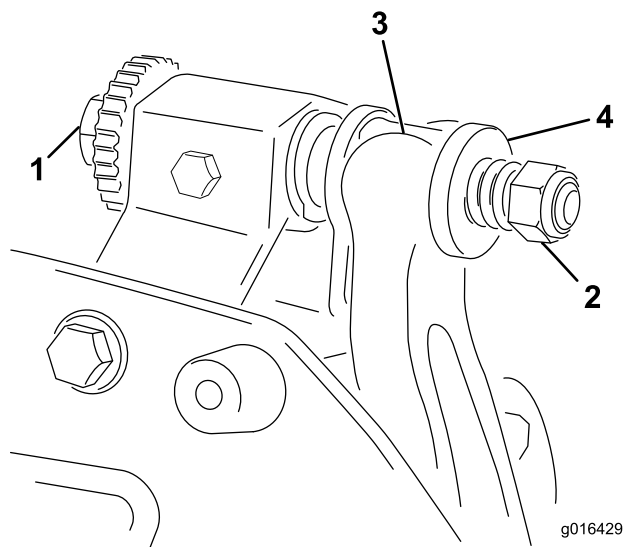

図 19
1. ベッドバー調整ねじを左に回して下刃とリールの接触を完全になくす 図 19。
2. スプリングテンション・ナットをゆるめて、ワッシャがベッドバーを全く押さないようにする 図 19。